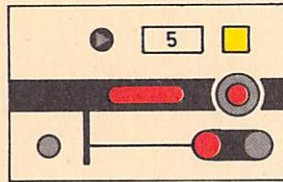

Bild 24
- (2) Die Zentralblocksignale werden in der Regel zusammen mit den Bahnhofssignalen auf Tag- oder Nachtspannung umgeschaltet. **Tag/Nachtschaltung**
- (3) Für die Gleisfreimeldung werden in der Regel Achszähler verwendet. Die Blockabschnittsmelder sind in Grundstellung dunkel; sie leuchten rot bei besetztem Blockabschnitt (vgl. Bild 24). **Gleisfreimeldung**